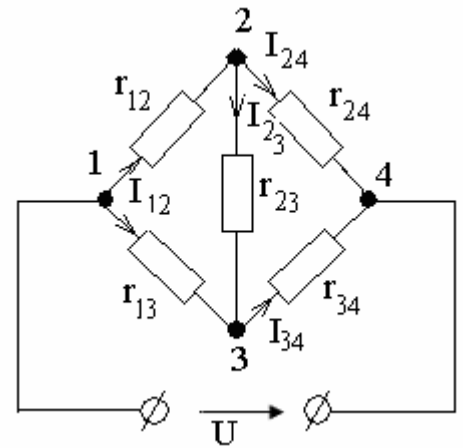

Рис. 39
9. Найти токи в ветвях цепи (рис. 39), если $r_{12} =20$ Ом, $r_{13} =30$ Ом, $r_{23} =50$ Ом, $r_{24} =40$ Ом, $r_{34} =10$ Ом, приложенное напряжение $U=10$ В.